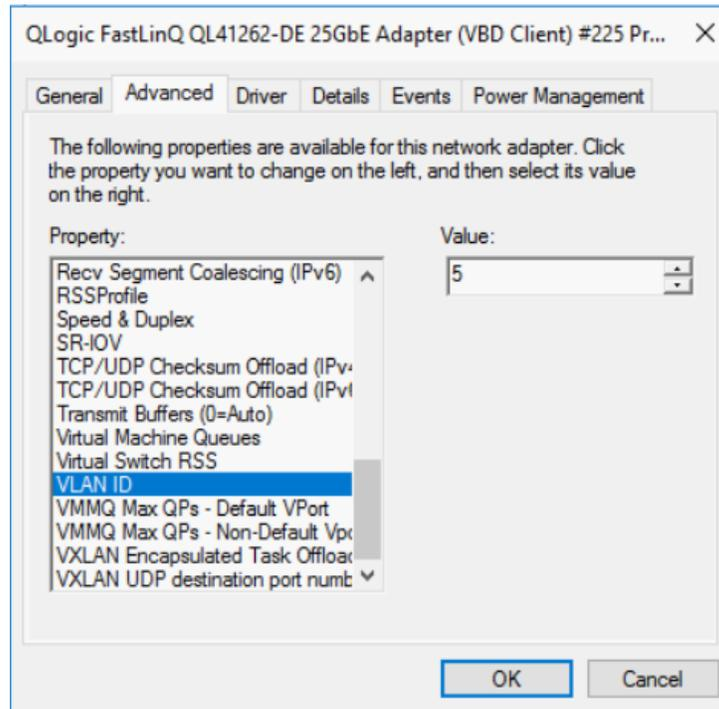

Abbildung 13-12. Erweiterte Eigenschaften: Einstellen der VLAN-ID
- b. Wählen Sie auf der Seite „Advanced properties“ (Erweiterte Eigenschaften) des Adapters (Abbildung 13-12) unter **Property** (Eigenschaft) die Option **VLAN ID** (VLAN-ID) aus und legen Sie den Wert fest.